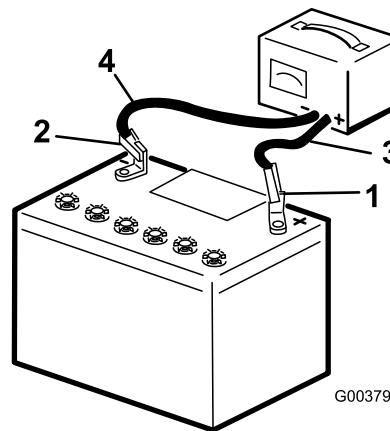

Figura 46
3. Ligue o cabo positivo do carregador da bateria ao polo positivo da bateria (Figura 46).
4. Ligue o cabo negativo do carregador da bateria ao polo negativo da bateria (Figura 46).
6. Quando a bateria estiver totalmente carregada, desligue o carregador da fonte elétrica e em seguida desligue os cabos do carregador dos polos da bateria (Figura 46).